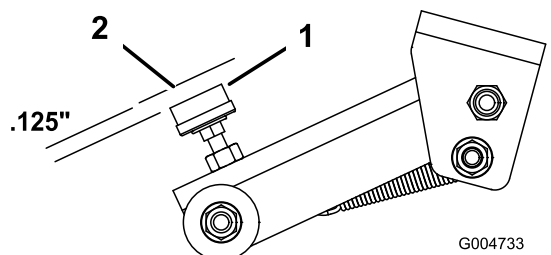

Bild 78
4. Der Abstand zwischen dem Gummikissen der Einstellschraube (Bild 78) und dem Mähwerkriegel sollte 3,2 mm betragen. Wenn der Abstand eingestellt werden muss, lösen Sie die Mutter an der Einstellschraube und stellen Sie sie entsprechend ein. Ziehen Sie die Mutter dann fest.